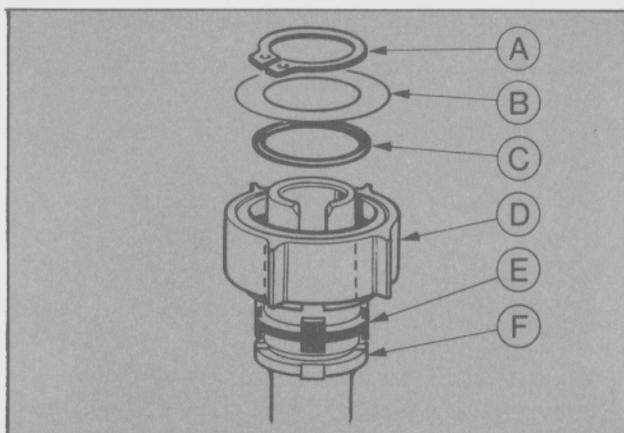

Fig. 27 - Desmontaje del reluctor (inducido).
- Desmontar la arandela, el anillo "O", el reluctor (inducido) y el posicionador (Fig. 27).